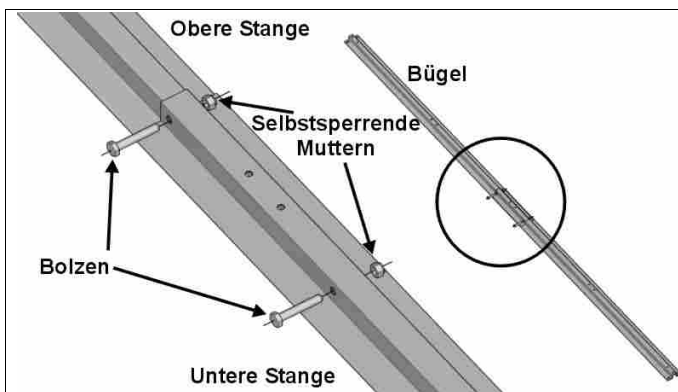

Abb. 7: Haltebügel
2. Wir empfehlen, zum Zusammenbau der einzelnen Teile der Anzeigetafel, Kartons oder sonstige Schutzvorrichtungen unterzulegen. Für jede Anzeigetafel sind ein Paar Haltebügel vorzubereiten, d.h. die obere Stange (enge U-förmige Stange) und die untere Stange (breite U-förmige Stange) zusammenfügen: Die beiden Stangen übereinander legen, wobei darauf zu achten ist, dass die Löcher für die Bolzen übereinstimmen. Dann die Stangen mittels zwei Bolzen und den selbstsperrenden Muttern anschrauben (Abb. 7).